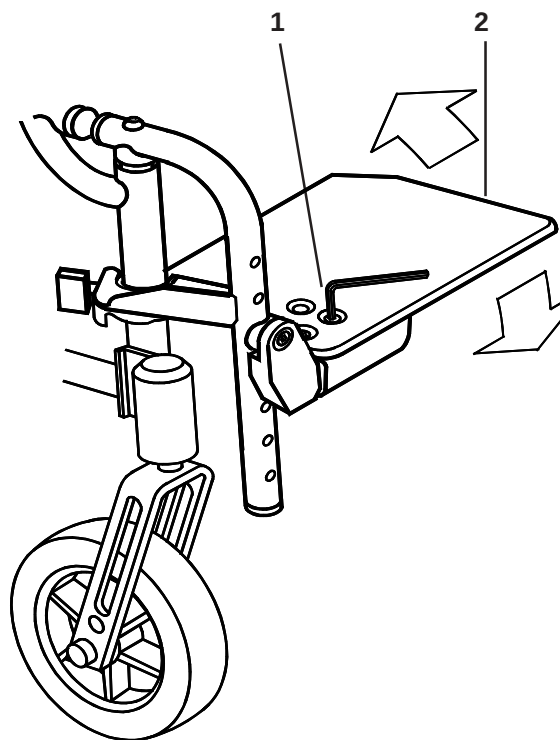

Fig. 33
Voor het afstellen van de voetplaathoek (Fig. 33), draait u de twee bevestigingsschroeven (1) zover los dat de voetplaat (2) kan draaien. (Gebruik een 4 mm inbussleutel). Draai de voetplaat in de gewenste hoek en draai de schroeven weer vast op een aanhaalmoment van 8-10 Nm.